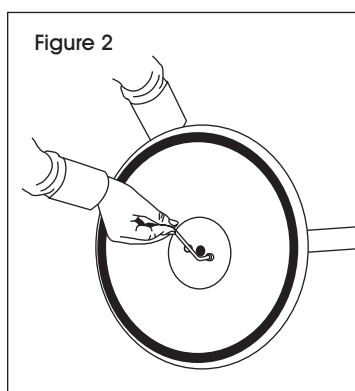

Figure 2
2. Use Allen wrench to tighten screws and fasten curved pole to the round base. (See Figure 2)
2. À l'aide de la clé Allen, serrez les vis et fixez le poteau courbé à la base ronde. (Voir Figure 2)